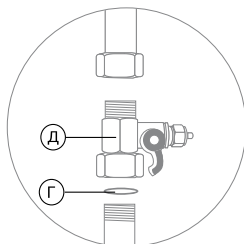

Рис. 6
8. Установите адаптер-вентиль (Г) между магистралью холодной воды и гибкой подводкой вашего смесителя. Уплотните соединение тройника-адаптера с магистралью при помощи поставляемого в комплекте уплотнительного кольца (Д) (рис. 6)